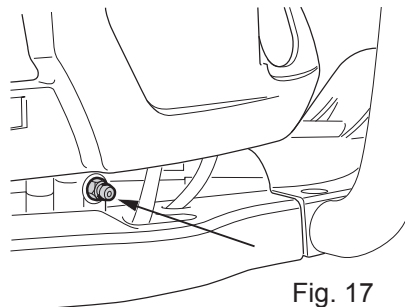

Fig. 17
- > Toutes les 20 heures de travail, remplissez avec du bisulfure de molybdène spécial, en l'injectant dans le graisseur (Fig. 17).